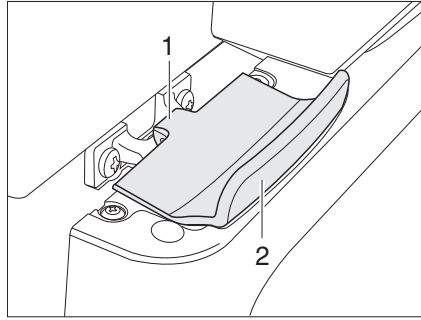

Fig. 212 Bloqueo de la puerta del frigorífico, cerrado (Thetford)
**Abrir:** ■ Abrir la puerta del frigorífico con el tirador (Fig. 212,2). El bloqueo (Fig. 212,1) se abre automáticamente.